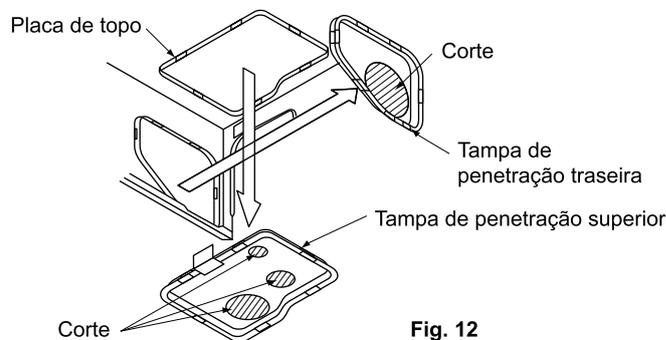

Fig. 12
**(1) No caso de tubagem traseira**
- Retire a tampa traseira para ligação dos tubos. (Consulte a Fig. 12, 14)
**(2) No caso de tubagem ascendente**
- Retire a tampa da saída do tecto e utilize o kit de tubagem opcional em forma de "L". (Refer to Fig.12, 13)
**(3) No caso de tubagem do lado direito**
- Depois de concluída as tubagem, corte a tampa de penetração de acordo com a forma da tubagem, utilizando uma tesoura e fixe-a. Como antes de retirar a tampa de penetração superior, prenda os fios do motor oscilante e termistor, passando-os pela peça respectiva na tampa de penetração superior. **(Consulte a Fig. 12, 15)**